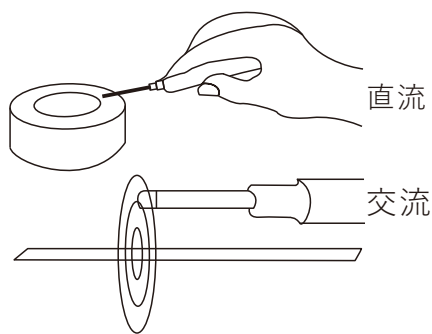

图 1-1
2.手持传感器测量磁场的图示及说明如图1-1所示，用传感器前端霍尔元件端头2.3mm位置轻接触被测磁铁的表面或所测空间磁场位置。(注:测量时探头没有刻度的一面贴着被测物，金属探头则是无圆点的一面贴着被测物)